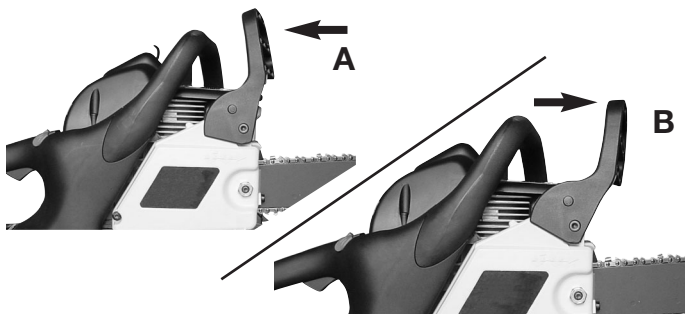

Fig. 24
2. Le Chain Brake® est ENCLENCHE (la chaîne est arrêtée) quand la manette du frein est repoussée vers l'avant. Vous ne devez pas pouvoir faire bouger la chaîne (Fig. 24).